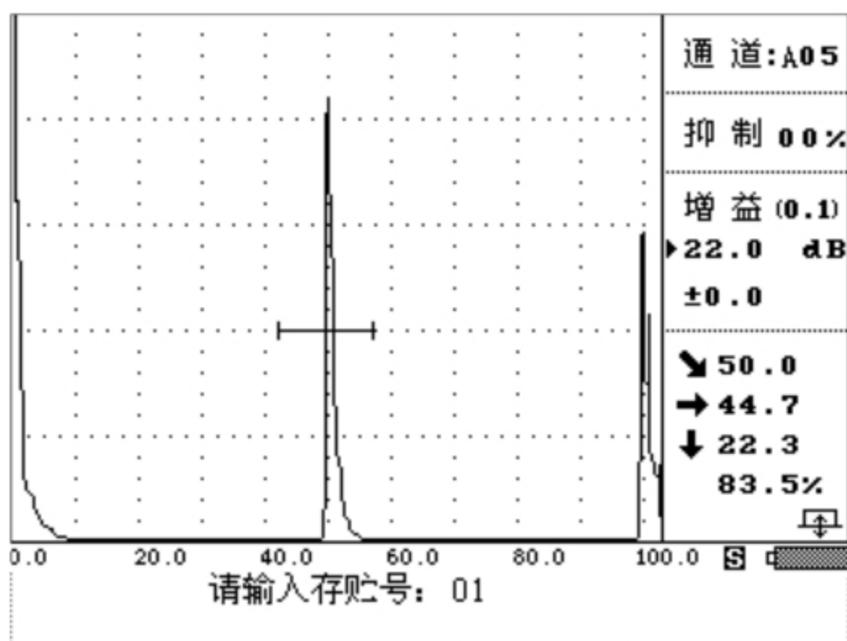

图 4-5-1
- 按  键或转动旋钮到  栏单击旋钮进入检测状态后，再按  键或转动旋钮到  栏单击，仪器滚出提示输入信息，如图 4-5-1 所示：